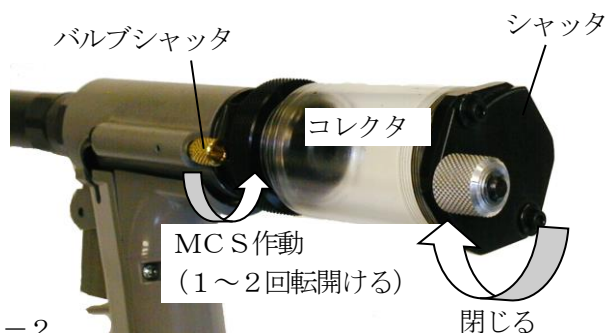

図4-2
(図4-2)
- (4) バルブシャッタを左に1～2回転回して開き、MCSを作動させてください。(図4-2)